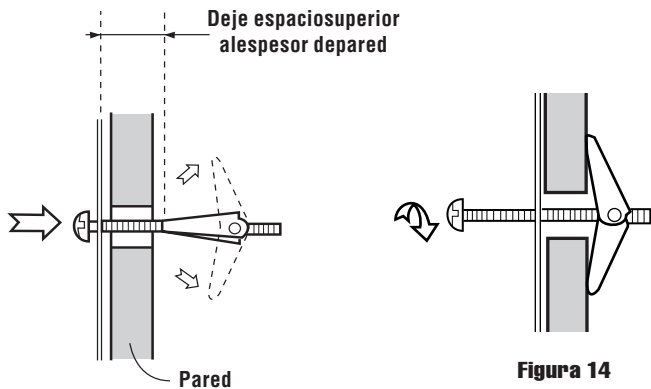

Figura 13
2. **IMPORTANTE** Utilice tornillos para madera para sujetar la placa de montaje a la columna o columnas. Utilice los Pernos de Anclaje para sujetar la placa de montaje a través de los orificios en A, B, C y D a menos que ESTOS ORIFICIOS ESTÉN UBICADOS SOBRE LA COLUMNA. Inserte un Perno de Anclaje en A, B, C y D donde sea apropiado (éstos corresponden a los orificios de la Plantilla de Pared) y coloque las Tuercas de Anclaje sobre los Pernos de Anclaje. **Figura 13. Remítase a las instrucciones en la Plantilla de Pared.**